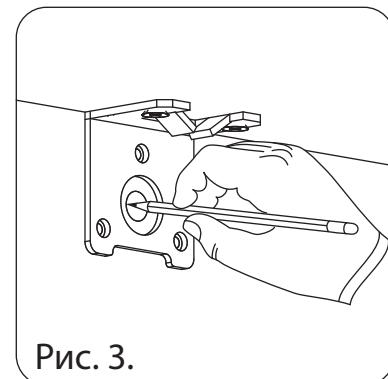
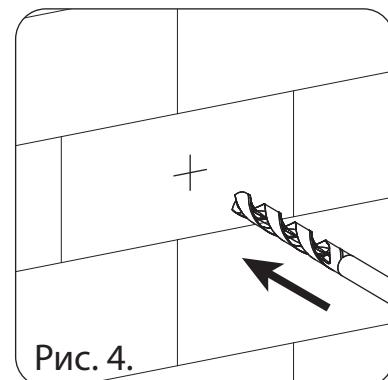

Рис. 3.
Рис. 4.
3. Вставте штангу в штангодержатель (см. рис. 3), одновременно надев второй штангодержатель с обратной стороны (см. рис.4) .